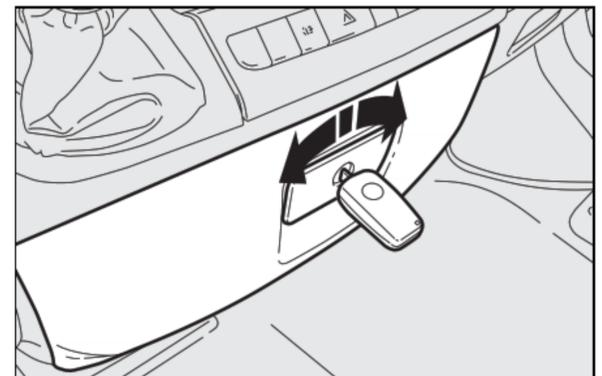

fig. 75
**GLOVEBOX WITH LOCK fig. 75**